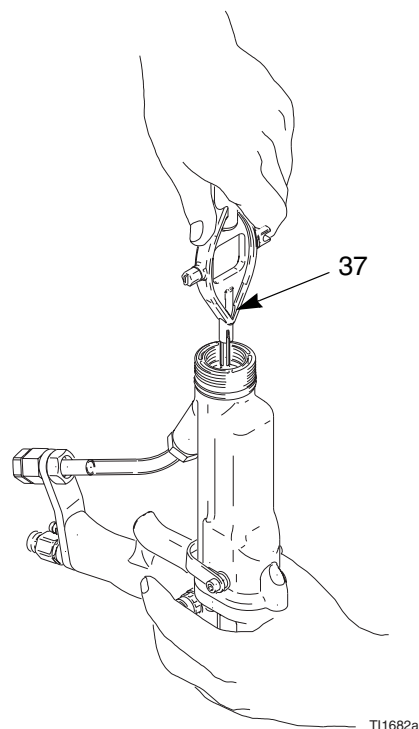

Fig. 25. Sostituzione dell'elettrodo
3. Svitare l'elettrodo (29) con l'attrezzo multiuso (37). Reggere l'estremità dell'asta premiguarnizioni (26h) per evitare che ruoti, FIG. 25.